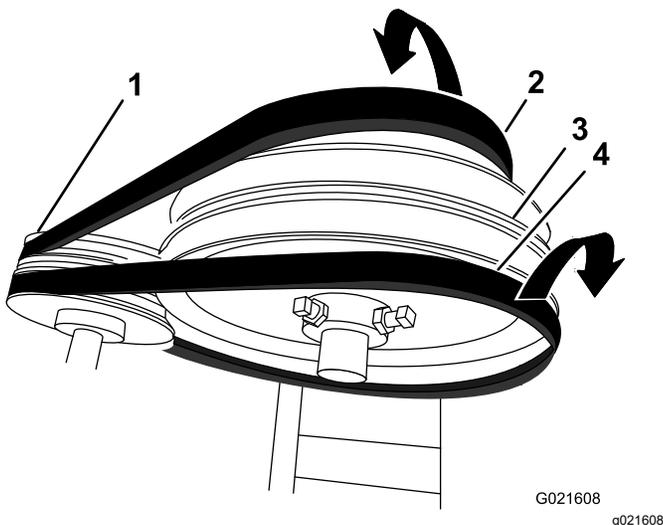

Figure 38
4. Poussez la courroie avant vers l'avant et déchaussez-la de la poulie de tension (Figure 38).
5. Poussez la courroie arrière vers l'arrière et déchaussez-la de la poulie de tension (Figure 38).